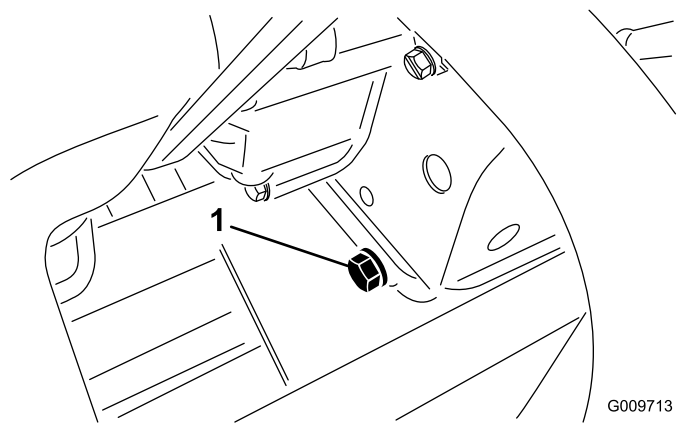

Figura 91
2. Togliete il tappo di spurgo (Figura 91) e lasciate defluire l'olio in una bacinella.